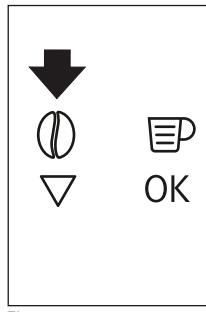

Fig. 15
- Depois de utilizar a máquina com café pré-moído, para voltar a preparar o café utilizando grãos, desative a função de café pré-moído premindo o ícone  (B4) (Fig. 15).